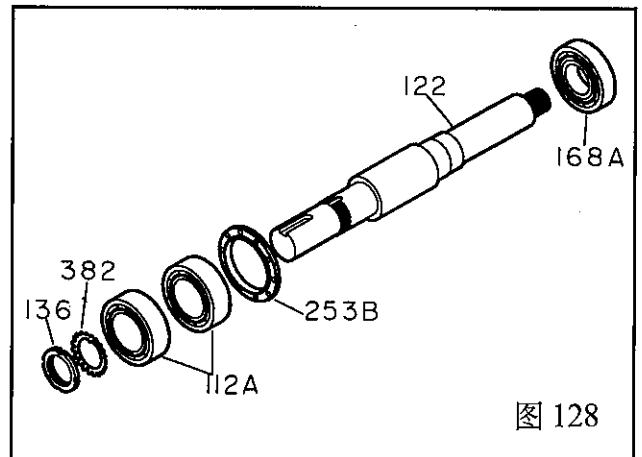

图 128
4. 将防松垫圈(382)装到轴(122)上, 将防松垫圈的挡片置于轴的键槽中。(图 128)